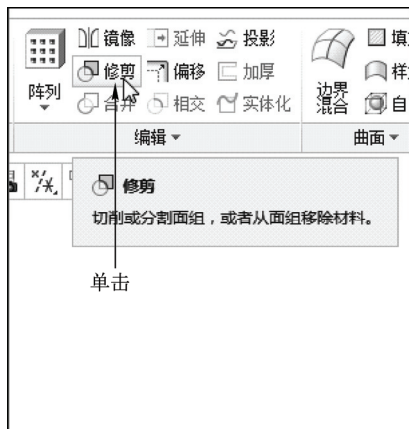

图 9-84 单击“修剪”按钮
STEP 02 在模型树中选择“相交 1”选项，在功能区选项板的“模型”选项卡中，单击“编辑”面板中的“修剪”按钮，如图 9-84 所示。